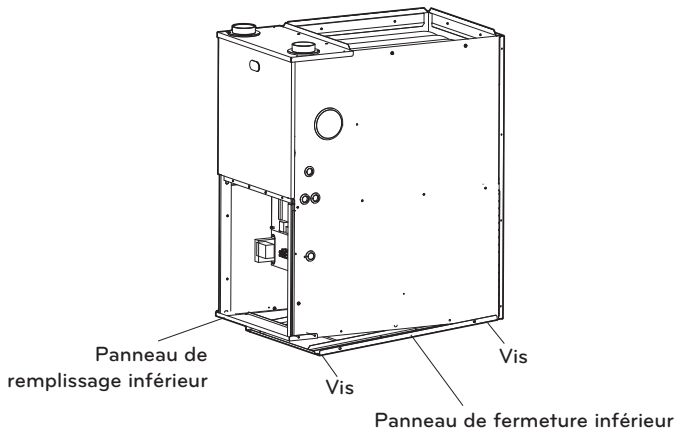

Fig.6-1 Retrait du panneau de fermeture inférieur
1. Inclinez ou soulevez le four et retirez le panneau de remplissage inférieur à vis de retenue. (Voir Fig.6-1.)